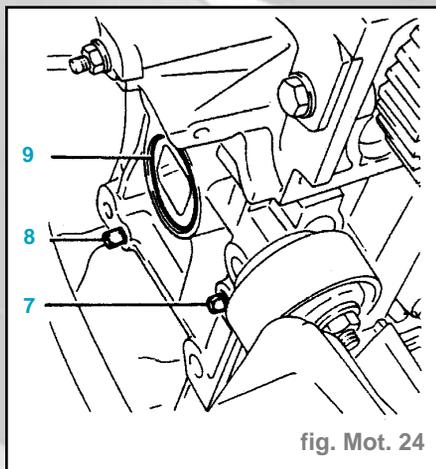

fig. Mot. 24
- S'assurer de la présence des goupilles de centrage (7) et (8) sur le carter-cylindres (fig. Mot. 24).